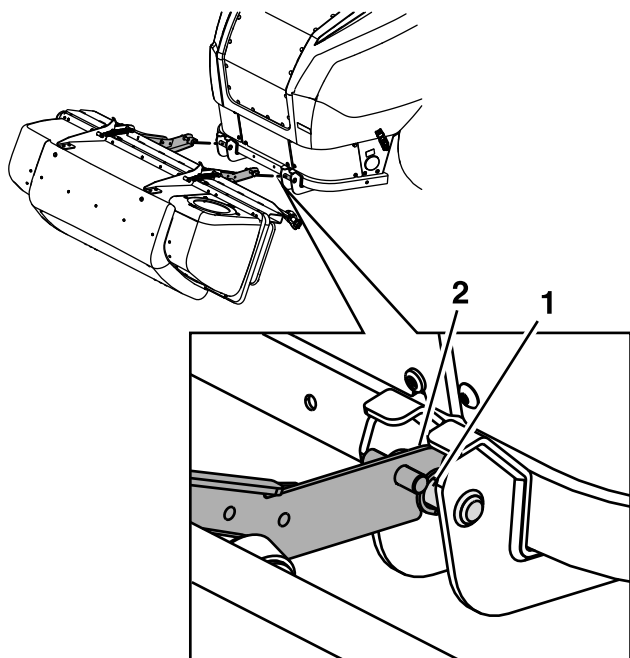

Figure 14
2. Prenez les montants du cadre du système de ramassage et accrochez l'encoche sur la barre de montage inférieure (Figure 14).